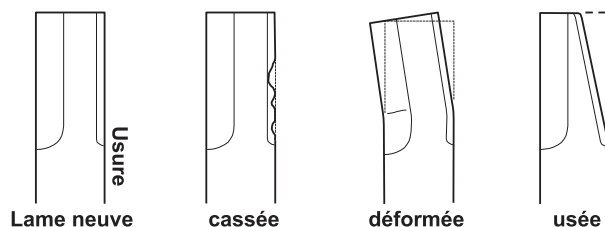
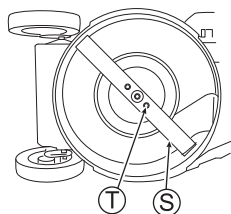

Fig. 33
Fig. 34
1. Vérifiez qu'il n'y a pas de problème de cassures, de pliures ou d'usure sur la lame (S). (Voir Fig. 33)
2. Si la lame (S) ou ses boulons de montage de la lame (T) sont "usés", "cassés" ou "déformés", remplacez-les par des pièces neuves correspondant à nos spécifications.
3. Vérifiez que les boulons de montage de la lame (T) sont bien serrés au couple de serrage spécifié. (Voir Fig. 34)
2. Serrez complètement les boulons de montage de la lame (T) à la main.
4. Vérifiez que les boulons de montage de la lame (T) sont bien serrés au couple de serrage spécifié. (Voir Fig. 34)